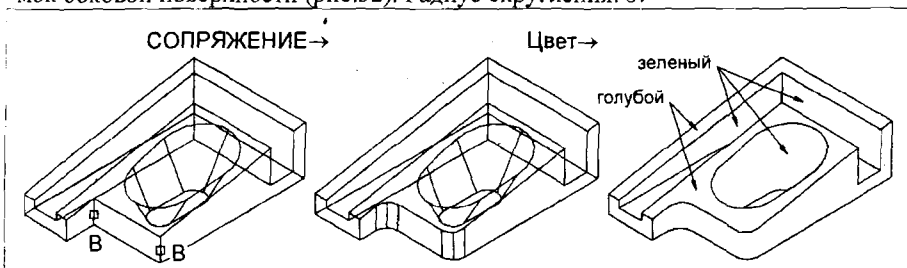

Рис.32
5. Командой СОПРЯЖЕНИЕ (FILLET) выполнить скругление двух кромок боковой поверхности (рис.32). Радиус скругления: 8.